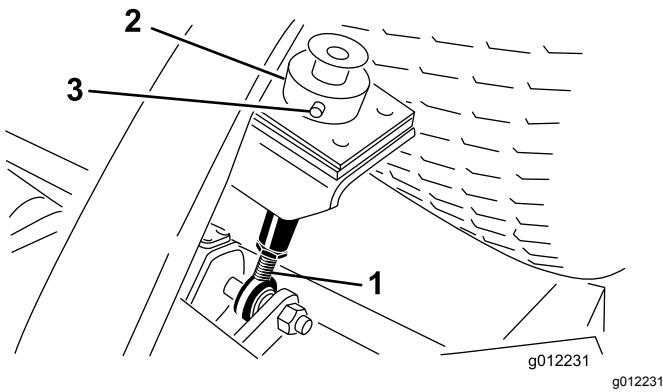

Figura 9
5. Rimuovete la coppiglia e il perno con testa che fissano il collare dell'altezza di taglio alla relativa asta sulla parte posteriore dell'elemento di taglio (Figura 9).